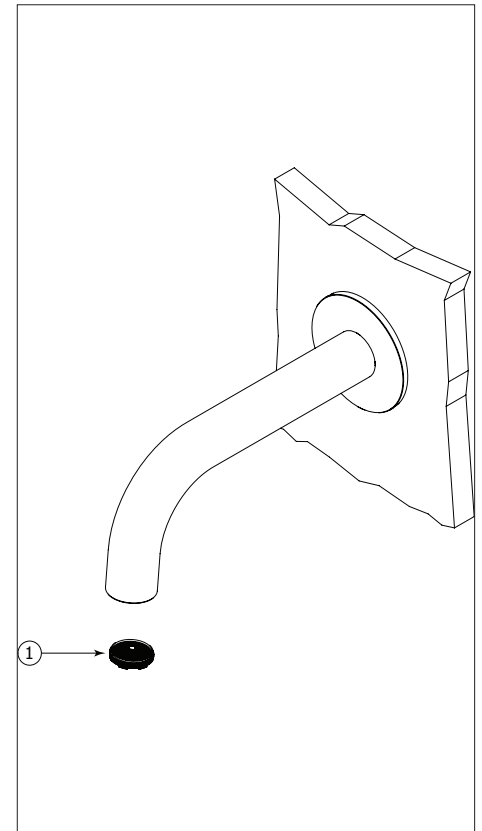

Fig. 3
To clean the aerator (1), unscrew the aerator case from the spout. Then, pull out the aerator and soak it in a vinegar and water solution to remove lime build-up. Once parts have been cleaned, reassemble by reversing steps (Fig.3).
Pour nettoyer l'aérateur (1), dévisser le boîtier de l'aérateur et le tremper dans un mélange de vinaigre et d'eau pour retirer le calcaire qui pourrait s'y être accumulé. Une fois les pièces nettoyées, inverser les étapes pour réassembler l'aérateur. (Fig.3).